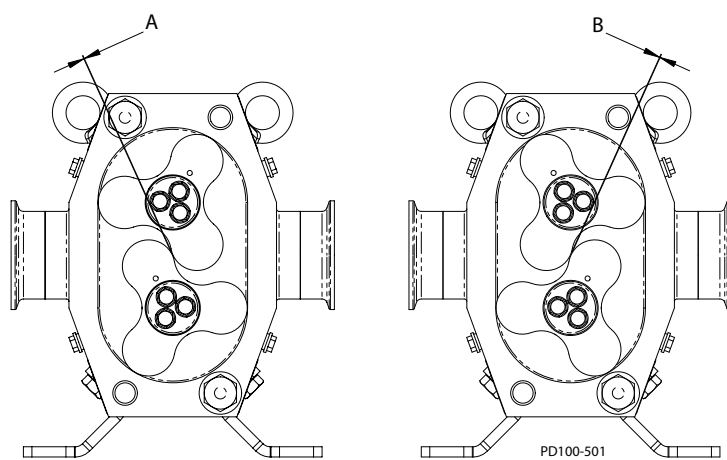

Abb. 63 - Rotorspiel
- Prüfen Sie das Spiel zwischen den Rotoren an der in Abb. 63 gezeigten Position.
- Das in Abb. 63 gezeigte Spiel „A“ und „B“ muss an allen Positionen innerhalb der in Tabelle 11: aufgeführten Toleranzen liegen. Stellen Sie die Zahnradposition an der Antriebswelle wie erforderlich ein.